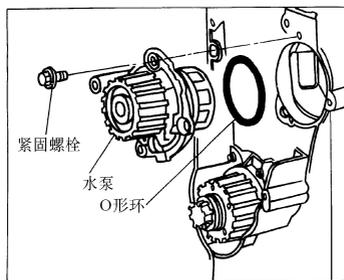

图 2-124 安装水泵
3) 如图 2-124 所示, 用 G 012 A8 D 浸润新 O 形环。
4) 装水泵(图 2-124)。
6) 用 15N·m 拧紧水泵紧固螺栓(图 2-124)。